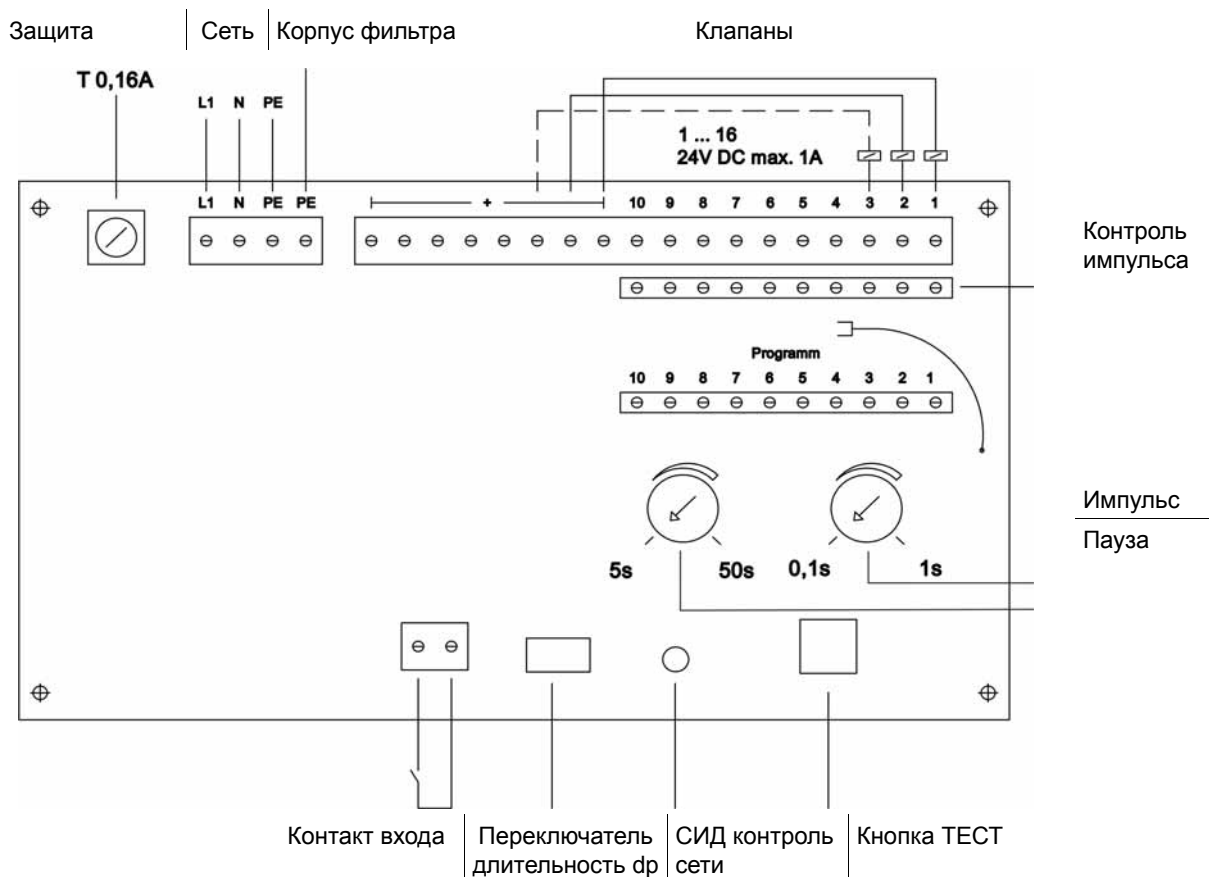

Рис. 4-1: Схема подключения управления клапана VS 10-1
1. Подключите управление согласно схеме (рис. 4-1 и 4-2) .